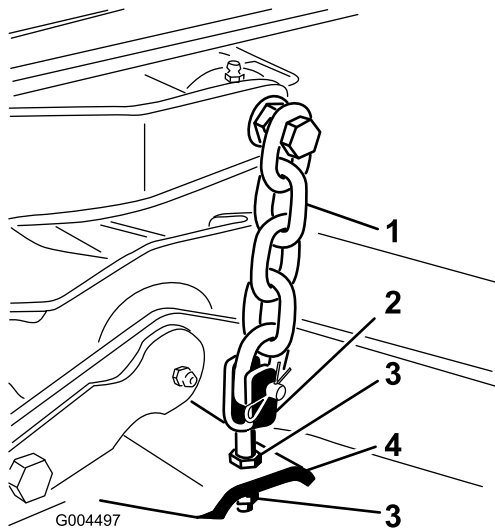

Figure 77
7. Ajustez les écrous de blocage qui fixent les chapes/chaînes au tablier de coupe pour élever l'arrière du tablier de coupe de sorte à obtenir une inclinaison de la lame de 8 mm (5/16 po) (Figure 77).